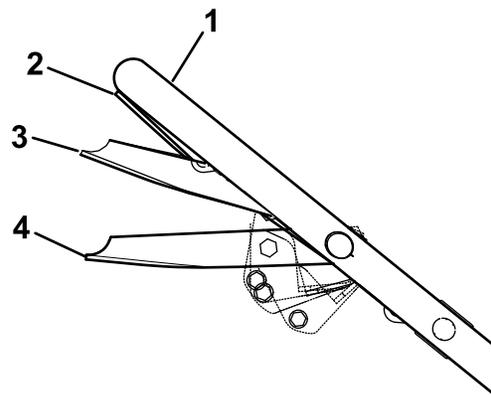

Figure 17
3. Serrez la barre de commande contre le guidon en position Marche/Déplacement (Figure 17).
**Important:** Ne changez pas de vitesse lorsque vous serrez la barre de commande contre le guidon en position Marche/Déplacement au risque d'endommager la transmission. Placez la barre de commande en position Marche/Change (Figure 17) pour changer de vitesse de déplacement.